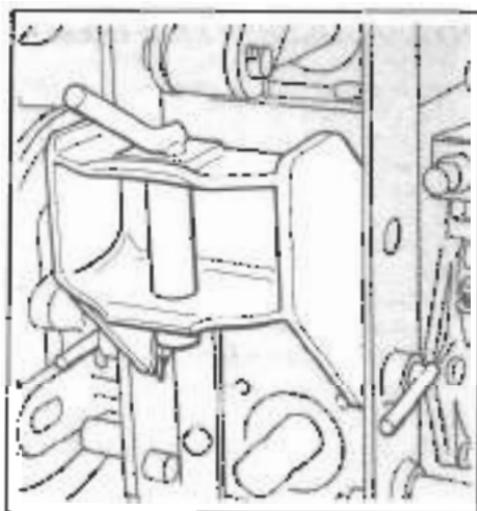

Fig. 11 - Bild 11
- Per i rimorchi a due assi è consigliabile fare in modo che il timone assuma una posizione all'incirca orizzontale, ma non troppo in alto né troppo in basso come avverrebbe impiegando rimorchi mediati (vedere la fig. 11).